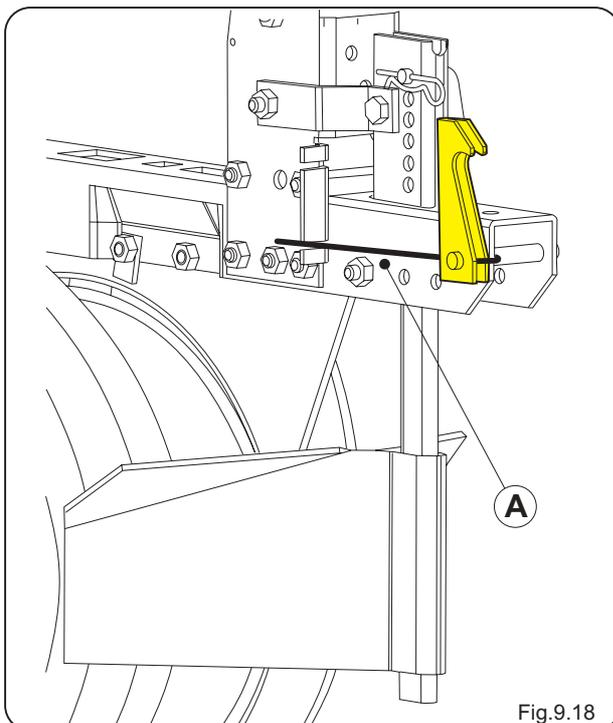

Fig.9.18
1. Positionner le ressort A en position "basse" (Fig.9.18);
Contrôlez que sur chaque élément semeur, le ressort de fixation se trouve en position "basse" (cfr. fig. 9.18).